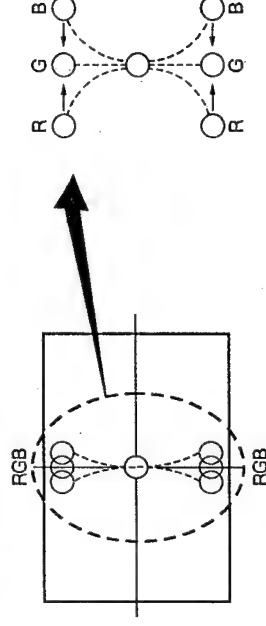

図 1-19
11. DC基板のRV31 (UNDER SCAN Y.BOW)にて赤・緑・青のドットが重なるように調整する。(図1-19参照)